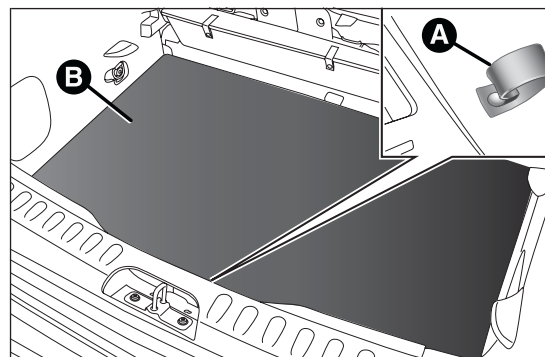

fig. 94
- tirer la languette A fig. 94 et soulever vers le haut le tapis de revêtement B.